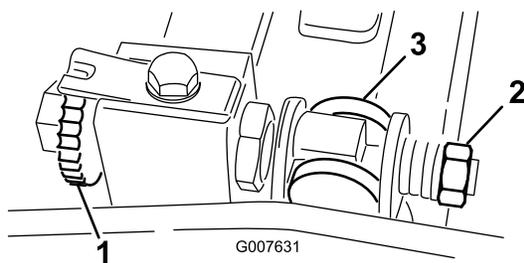

Figura 58
1. Gire el tornillo de ajuste de la barra de asiento, en sentido antihorario, para alejar la contracuchilla del molinete (Figura 58).
2. Afloje la tuerca de tensado del muelle hasta que el muelle deje de presionar la arandela contra la barra de asiento (Figura 58).